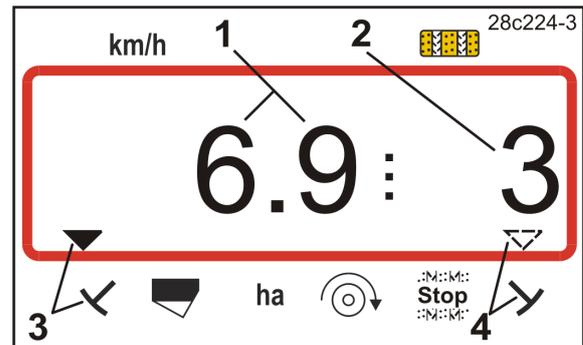

Fig. 36
→ Retour à l'écran de travail (Fig. 36 ou Fig. 37).
En appuyant sur la touche  durant le travail, les affichages (Fig. 36 et Fig. 37) s'interchangent.
Affichage (Fig. 36) durant le travail :
- la vitesse de déplacement (Fig. 36/1), par ex. 6,9 km/h
- la position de commutation du compteur de jalonage (Fig. 36/2), par ex. compteur de jalonage 3
- le traceur situé à gauche (Fig. 36/3) est en position de travail
- le traceur situé à droite (Fig. 36/4) est relevé.